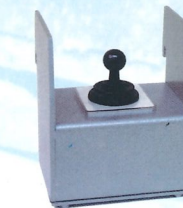

Abb. 8: Elektro-Hebelschalter
- Elektro-Hebelschalter („Meisterschalter“, teil- & vollhydraulische Ausführung Abb. 8)